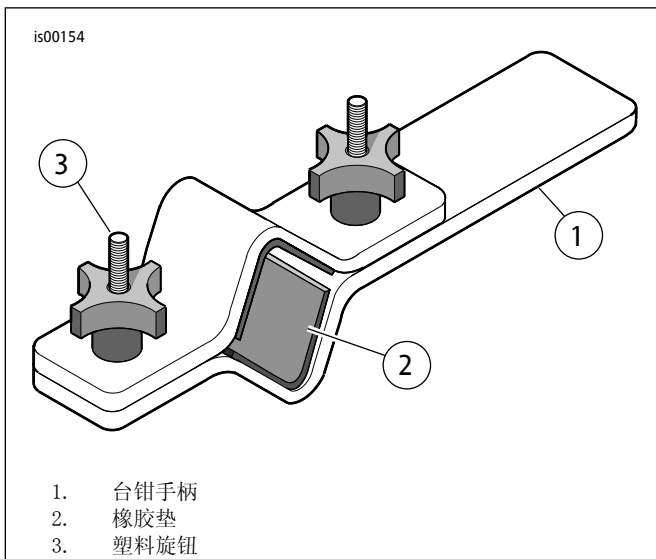

图3。Fork Tube Holder(叉管夹持工具)(HD-41177)
1. 参见图3。将叉安装至Fork Tube Holder（叉管夹持工具）（HD-41177）中，方法如下：